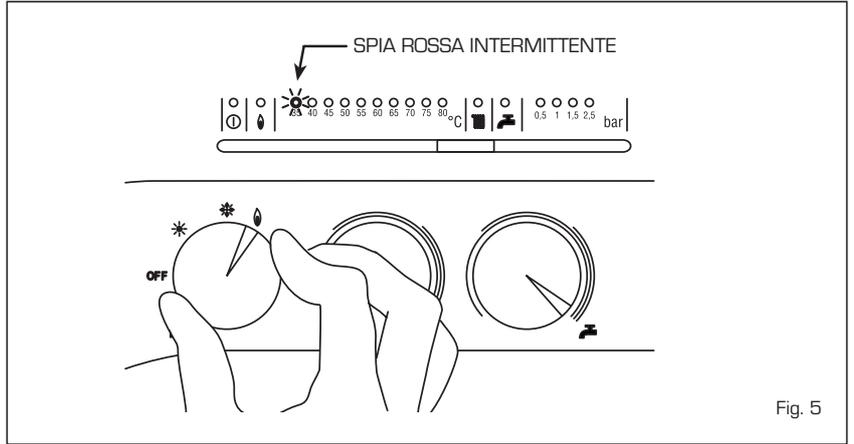

Fig. 5
- Intervento termostato sicurezza/fumi (fig. 5)
sicurezza/fumi (fig. 5)